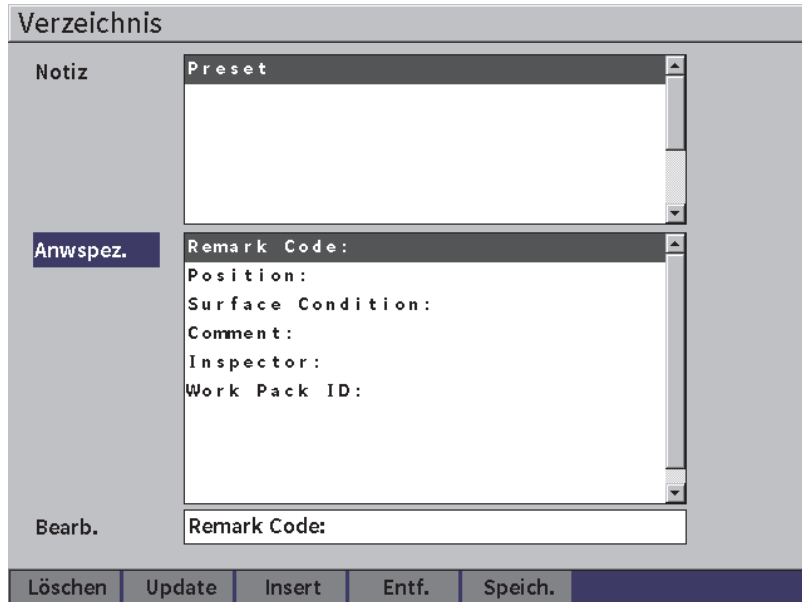

Abbildung 9-20 Konfigurationsfenster Verzeichnis
3. Drücken Sie Tab, um **Anwspez.** auszuwählen und drehen Sie dann den Drehknopf, um eines der anwendungsspezifischen Kennzeichnungen auszuwählen (siehe Abbildung 9-20 auf Seite 147).